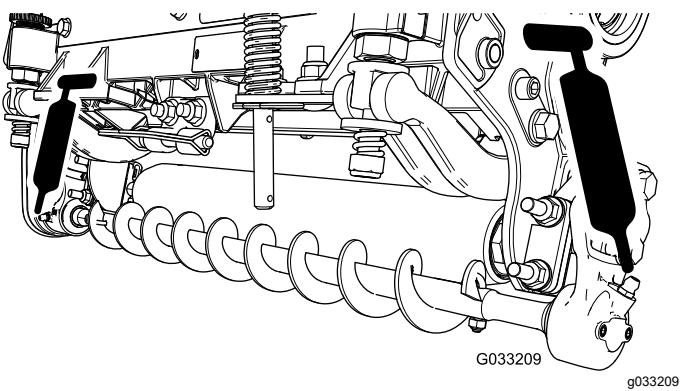

图 16
4. 用 2 号通用型锂基润滑脂润滑每个滚筒刷轴承座上的黄油嘴图 16。